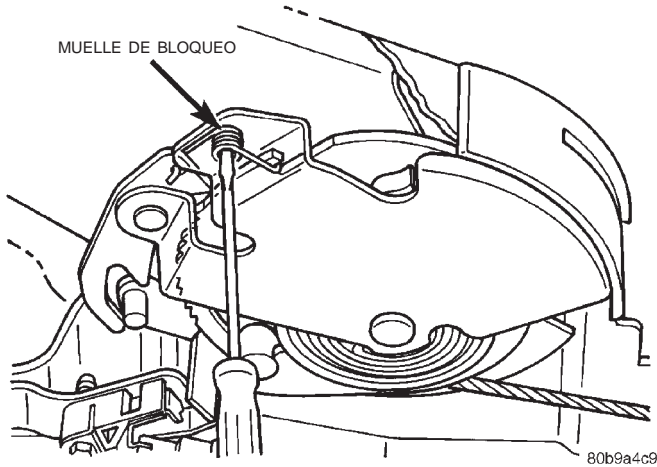

Fig. 58 Muelle de bloqueo
(1) Bloquee la palanca del freno de estacionamiento (Fig. 58).